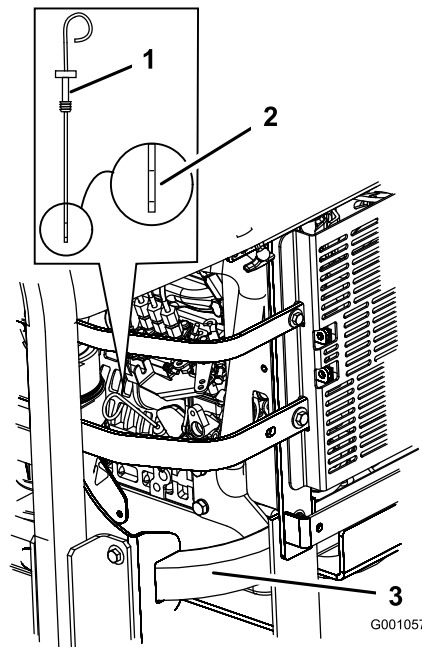

Bild 33
3. Reinigen Sie den Bereich um den Ölpeilstab herum (Bild 33), damit kein Schmutz in den Einfüllstutzen gelangen und so den Motor beschädigen kann.
4. Ziehen Sie den Ölpeilstab heraus und wischen das Metallende ab (Bild 33).
5. Schieben Sie den Ölpeilstab vollständig in den Einfüllstutzen. Ziehen Sie den Peilstab wieder heraus und prüfen Sie das Metallende (Bild 33). Gießen Sie bei niedrigem Ölstand nur so viel Öl langsam in den Einfüllstutzen, dass der Ölstand die Voll-Marke erreicht.